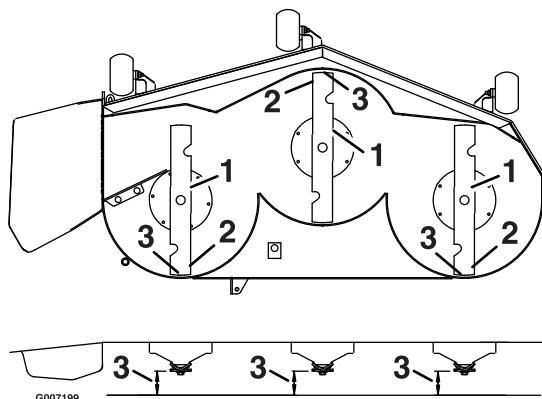

Figura 68
4. Meça da ponta da lâmina da frente até à superfície plana e da ponta da lâmina de trás até à superfície plana (Figura 68).